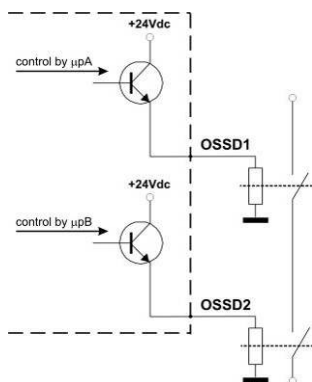

Fig. 15
- I contatti di sicurezza OSSD1 e OSSD2 non possono essere in ogni caso connessi in serie o in parallelo tra di loro ma possono essere utilizzati entrambi singolarmente (vedi Fig.15). Nel caso in cui erroneamente venga usata una di queste due configurazioni la barriera segnala irregolarità di funzionamento delle uscite (vedi cap.7 "Funzioni di diagnostica").